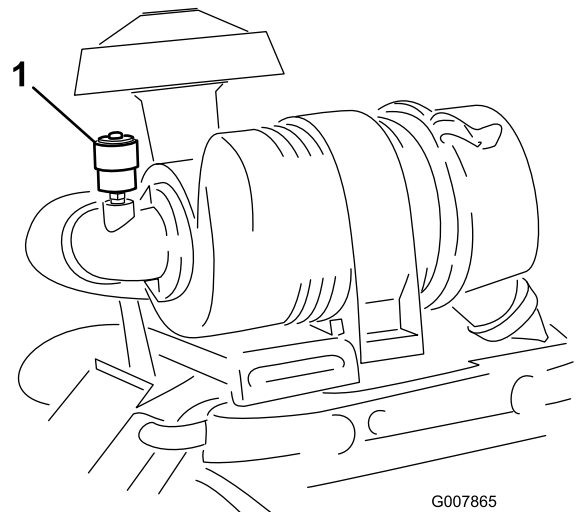

Bild 44
Warten Sie den Luftfilter nur, wenn die Wartungsanzeige dies angibt (Bild 44). Das frühzeitige Auswechseln des Luftfilters erhöht nur die Gefahr, dass Schmutz in den Motor gelangt, wenn Sie den Filter entfernen.
- Stellen Sie die Anzeige (Bild 44) zurück, wenn sie auf Rot steht.